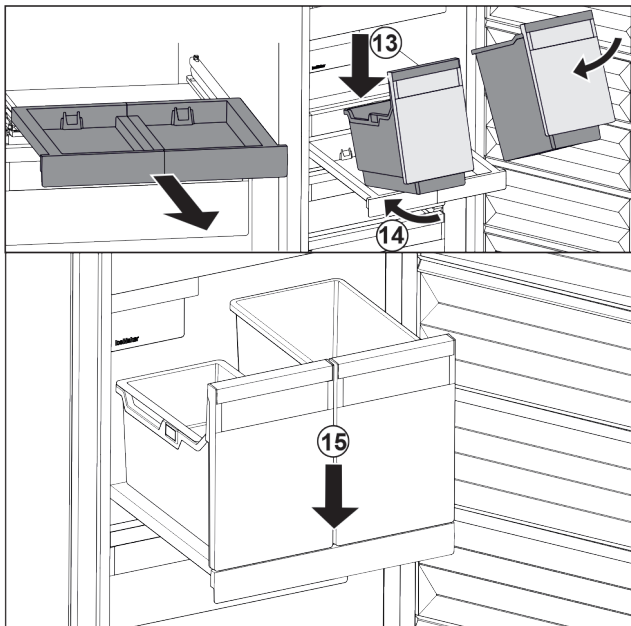

Fig. 124
- ▶ Наклоняя вниз, установите контейнеры на выдвижную панель. Fig. 124 (13)
- ▶ Вставьте контейнеры, наклоняя вниз, назад. Fig. 124 (14)
- ▶ Снимите контейнеры спереди. Fig. 124 (15)